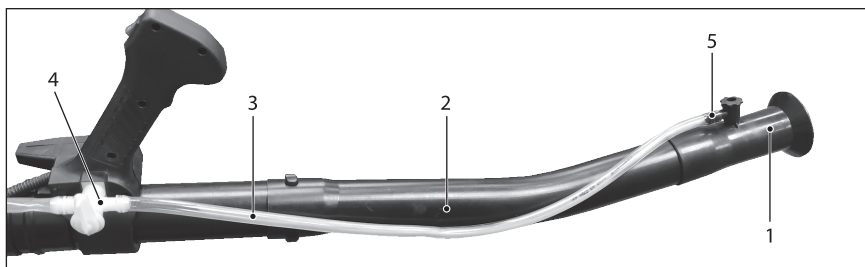

Рис. 6.1
6.1. Для модели GS-43: плотно установите распылитель в сборе 1 (рис. 6.1) на трубу напорную 2 (тип Б). Подключите шланг 3 к крану на рукоятке 4. Также убедитесь, что шланг плотно сидит на дозаторе 5.